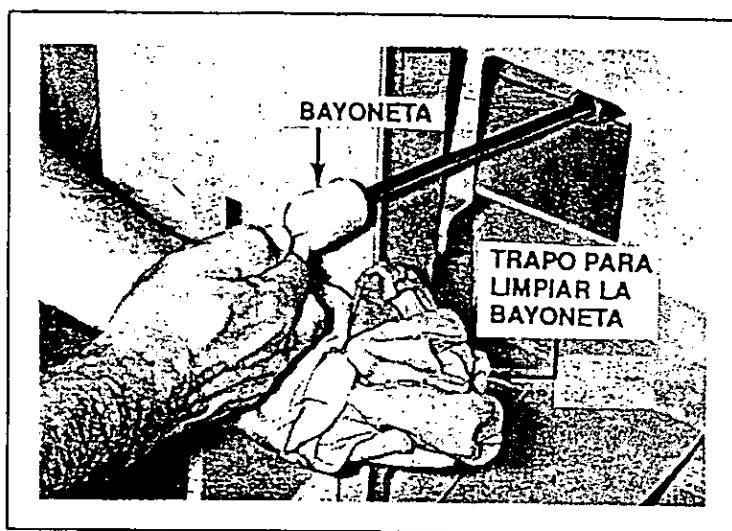

Figura 55. Bayoneta de nivel de aceite lubricante.
- Revise el nivel de aceite lubricante del cárter del motor diesel, verifique que la bayoneta de nivel de aceite sea la correspondiente al tipo de motor diesel. Si es necesario complete el nivel con aceite lubricante SAE 40 para trabajo pesado. (ver figura 55).